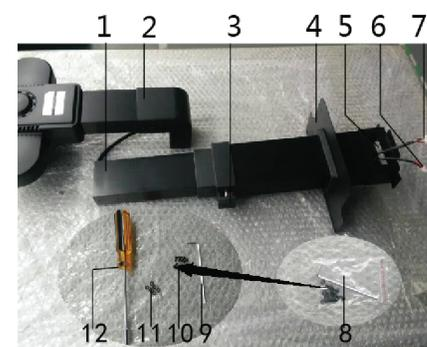

图1
1.2 产品外观尺寸图 1
1.3.1 图示说明（图1）
把“主排线插头”与“LED灯排线插头”从“定位件过线孔”穿出12CM左右，并将所有安装件从包装箱取出，做好安装准备工作，如图1所示；